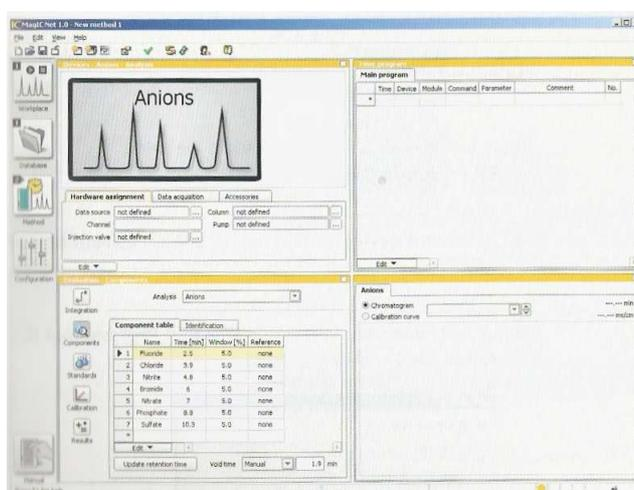

Figura 10.1 – Janela do software Magic Net IC, método.
- Clicar no ícone aparecerá uma janela como a Figura 10.1.